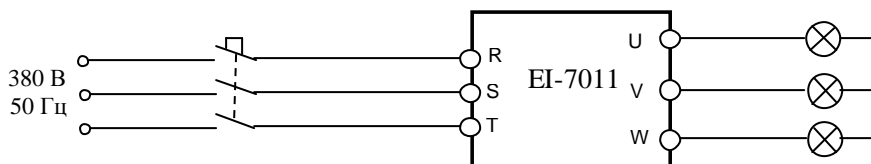

Рис. 4.11. Подключение ПЧ к сети 3ф 380В
4.10.1. Подключить три лампы (п.3.4.5.) к выходным клеммам U, V, W преобразователя частоты. Подать питание ~380 В 3Ф (рис. 4.11).